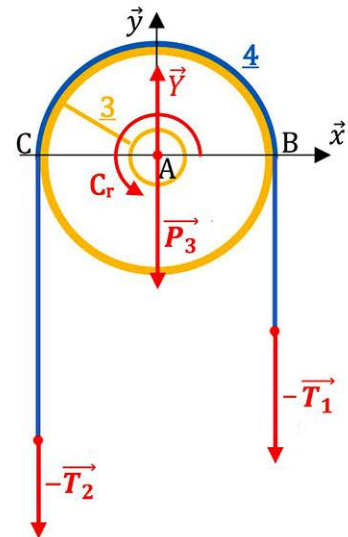

Fig. 5 Ensemble S isolé
- **3** : poulie motrice de centre de gravité A de masse $m_3 = 80 \text{ kg}$, de diamètre $d_3 = 0,5 \text{ m}$, entraînée par l'ensemble moteur + réducteur qui délivre à la poulie un couple noté C_r représenté sur la figure 5.
- L'action mécanique exercée par le bâti **0** sur la poulie **3** dans la liaison pivot est modélisée : par la force $\vec{Y} = Y \vec{y}$ représentée sur la figure 5.
On souhaite déterminer l'intensité de la force \vec{Y} au point A dans la liaison pivot entre le bâti 0 et la poulie 3 durant la phase d'accélération ($0s < t < 2s$), voir figure 5.
On isole l'ensemble $\underline{S} = \{\text{poulie } \underline{3} + \text{câble } \underline{4}\}$ dans lequel on néglige la masse du câble 4. La figure 5 montre toutes les actions mécaniques subies par l'ensemble S.
Q6 : On isole l'ensemble $\underline{S} = \{\text{poulie } \underline{3} + \text{câble } \underline{4}\}$, voir figure 5.